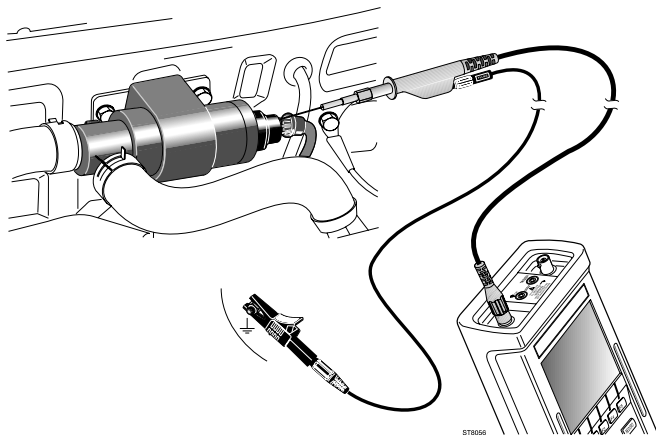

Bild 57, Testen eines Leerlauf-Luftreglerventils
3. Schließen Sie die Meßleitungen so an, wie dies von der Funktion **Anschlußhilfe** und in Bild 57 dargelegt wird.